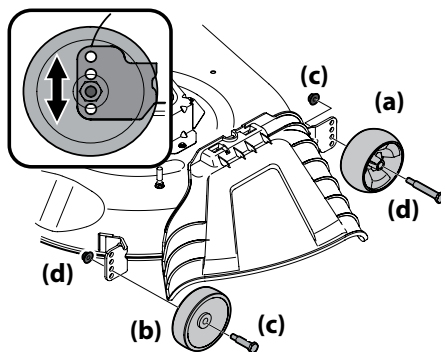

Figura 2-13
- b. Remova as rodas dianteira (a) e traseira (b) da plataforma removendo as porcas de trava da flange (c) e os parafusos (d) que os prendem ao deck. Veja Figura 2-13.